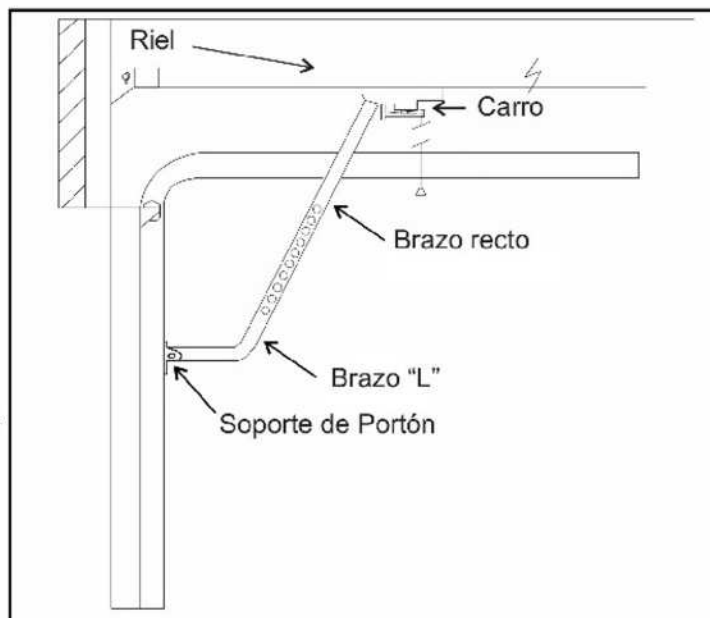

Fig.11
- Fije el Soporte del Portón con pijas ó tornillos con tuercas y sujete el Brazo "L" al Soporte del Portón con pernos y seguros. Fije un extremo del Brazo Recto al Carro del Riel y el otro extremo al Brazo "L". y compruebe que el Brazo del Portón se mueva libremente. (Fig.11)